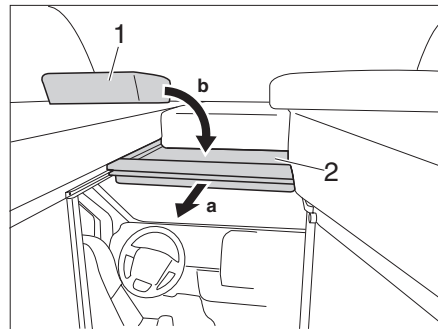

Fig. 57 Serrure de la cabine de conduite
- Fermer la porte (Fig. 57,1) en la poussant jusqu'à ce qu'elle se verrouille dans la serrure.
- Faire tourner la poignée (Fig. 57,2) dans le sens inverse des aiguilles d'une montre jusqu'à ce que la porte soit verrouillée.
- Faire tourner la poignée (Fig. 57,2) dans le sens des aiguilles d'une montre jusqu'à ce que la porte soit déverrouillée.
- Ouvrir la porte (Fig. 57,1) et la verrouiller.